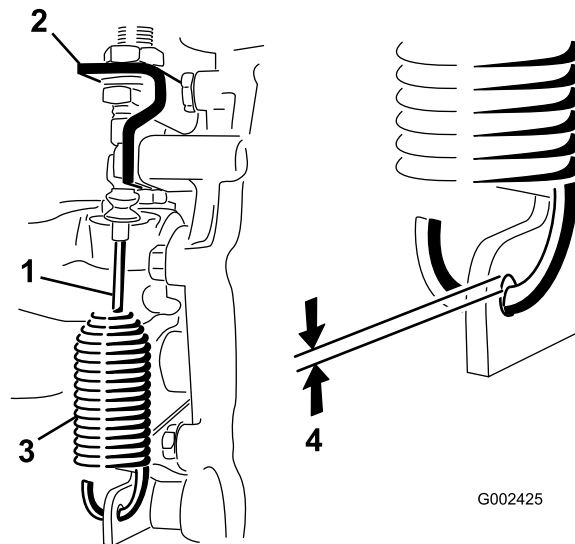

Figura 52
2. Allentate i dadi che fissano il cavo di bloccaggio del differenziale alla staffa del transaxle (Figura 52).